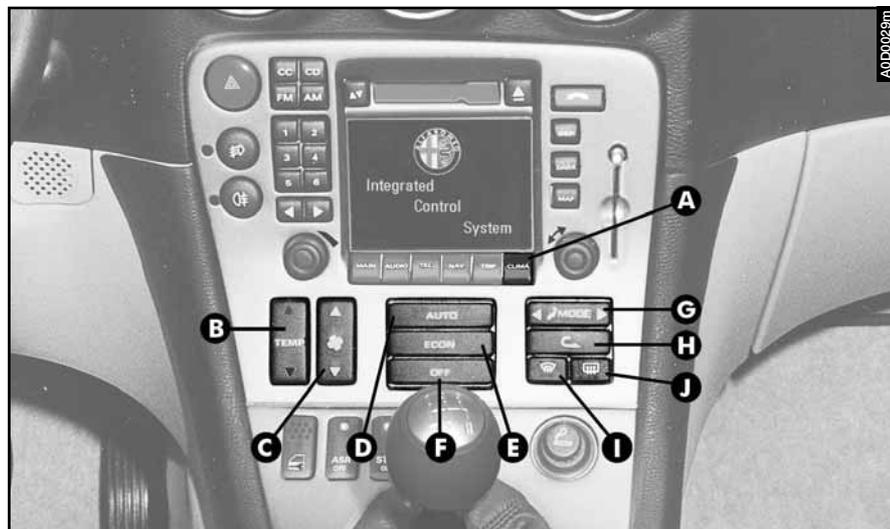

fig. 94
- la "temperatura equivalente" desiderata premendo il pulsante (**B-fig. 94**);
DESCRIZIONE COMANDI (fig. 94)